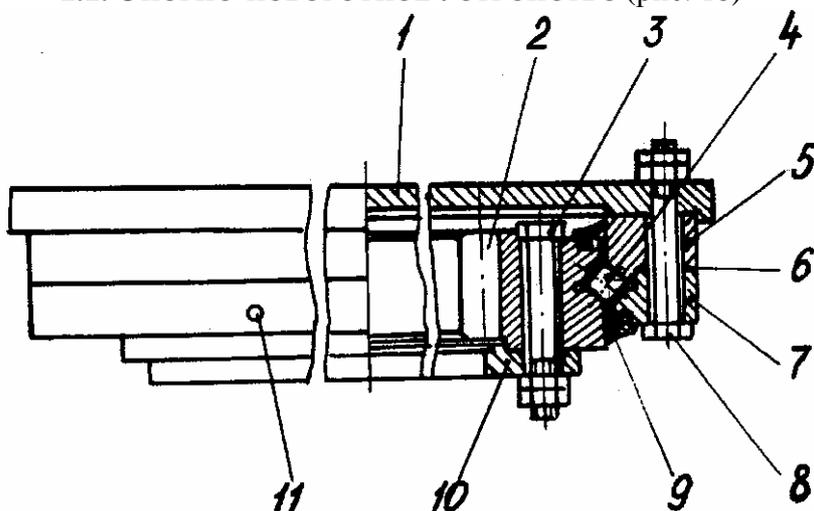
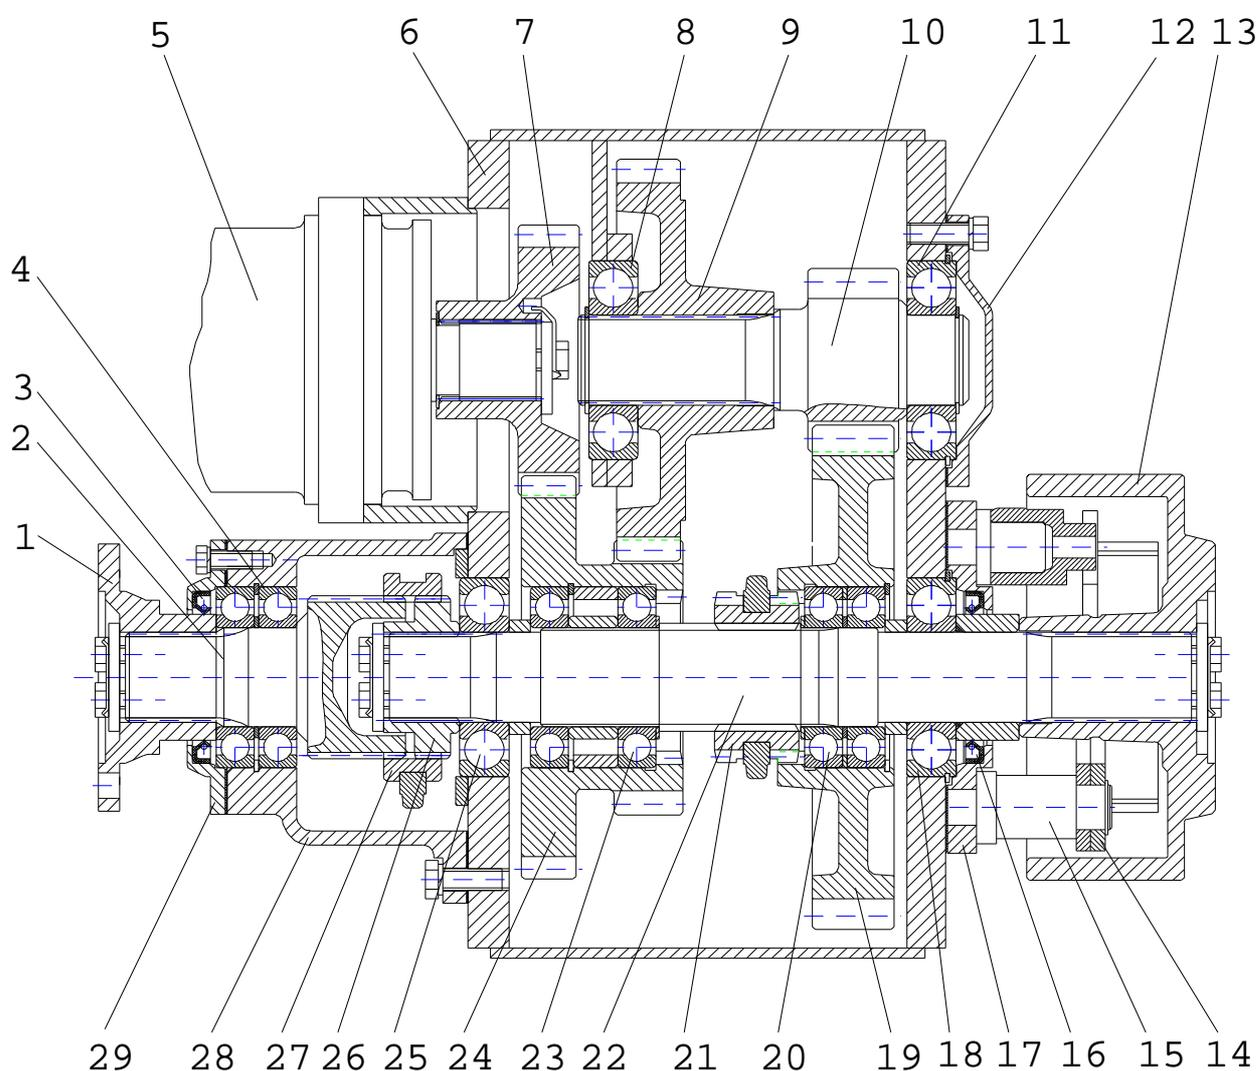
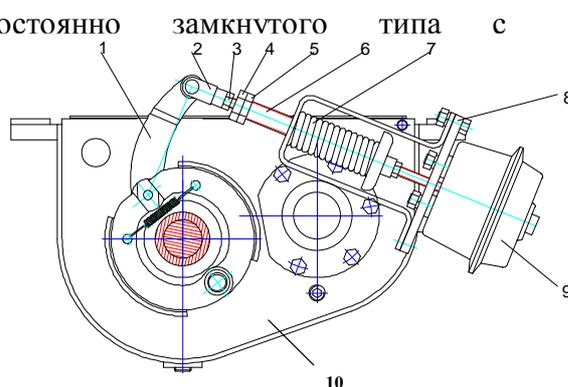

Рис. 18 Опорно-поворотное устройство
Рис. 19 Коробка перемены передач
Рис. 20 Стояночный тормоз
1.1. ОПОРНО-ПОВОРОТНОЕ УСТРОЙСТВО (рис. 18)
1.2. КОРОБКА ПЕРЕМЕНЫ ПЕРЕДАЧ (рис. 19)
Шестерня 7 (рис. 19), закрепленная на выходном валу гидромотора 5, передает крутящий момент шестерни 21. Шестерня 24, установленная на подшипниках 23 на валу 22 вторым наружным зубчатым венцом, находится в постоянном зацеплении с шестерней 9, закрепленной на валу-шестерне 10. Вал-шестерня 10 находится в зацеплении с шестерней 19, установленной на подшипниках 20 на валу 22.
Стояночный тормоз крепится к корпусу 10 (рис. 20) на кронштейне 8. При отсутствии давления в пневмокамере 9 пружина 7 прижимает колодки рычагом 1 к тормозному шкиву 13 (рис. 18) – тормоз включен. На рис. 20 тормозной шкив не показан. Давление воздуха, подаваемое в пневмокамеру 9 (рис. 19), выдвигает шток 6, который поворачивает рычаг 1, в результате чего колодки отходят от тормозной поверхности шкива, и тормоз выключается.